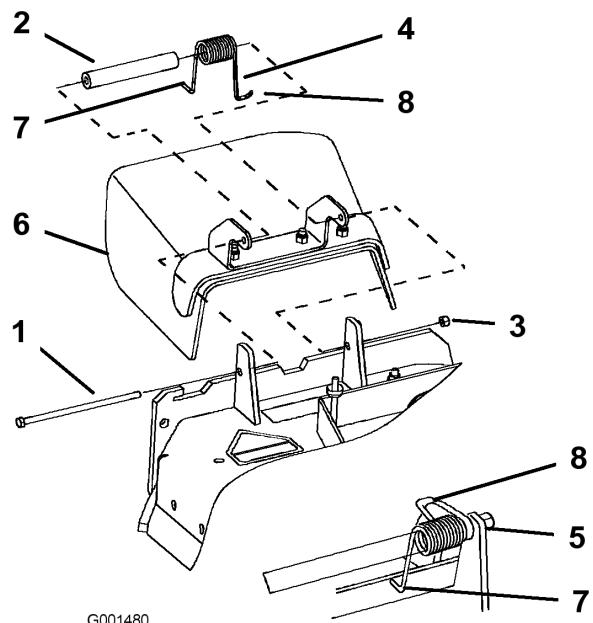

Figure 64
Remarque: Prenez soin de placer l'extrémité en L du ressort derrière le bord du plateau avant de mettre le boulon en place, comme indiqué à la Figure 64.
3. Remettez le boulon et l'écrou. Accrochez l'extrémité en J du ressort au déflecteur d'herbe (Figure 64).
1. Retirez le contre-écrou, le boulon, le ressort et l'entretoise qui fixent le déflecteur aux supports de pivot (Figure 64). Enlevez le déflecteur s'il est endommagé ou usé.